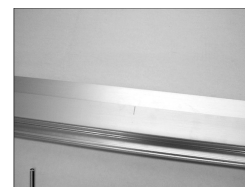

рисунок 1
- A. Отметьте карандашом центральную линию рамы как на подвижных, так и на неподвижных частях (рис. 1). Если на одном окне установлено более одного привода, отметьте, как указано в § 10.2 выше.